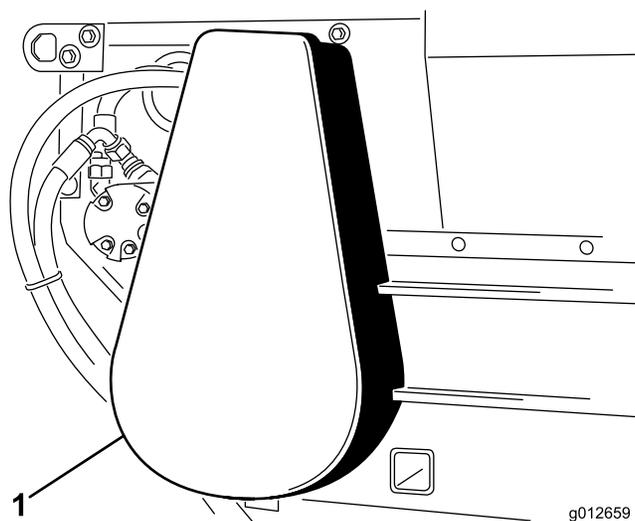

Рисунок 14
1. Снимите крышку цепи (Рисунок 14).